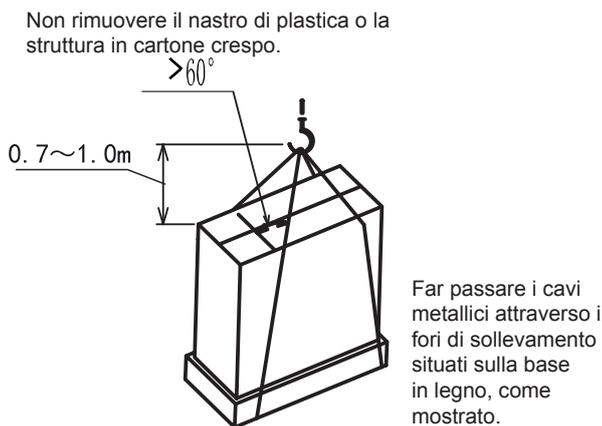

Fig. 3.1 Sollevamento per il trasporto
- (1) Non rimuovere l'imballaggio.
- (2) Sospendere l'unità imballata con due (2) funi, come mostrato nella Fig. 3.1.